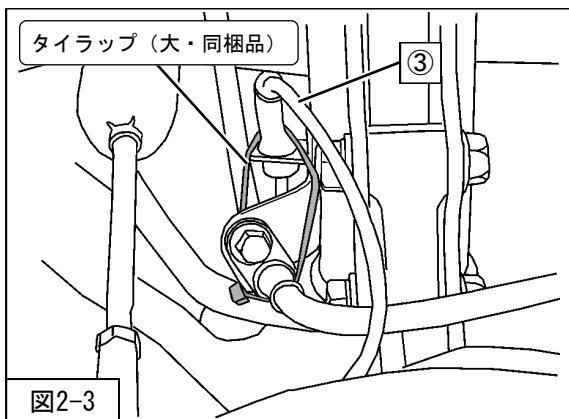

図2-3
- 4. ③スピードセンサハーネスがブラケットやブレーキホース等に干渉する場合は、タイラップ（大・同梱品）を使用して固定してください。（図2-3）
- 6. ②右側のカバー